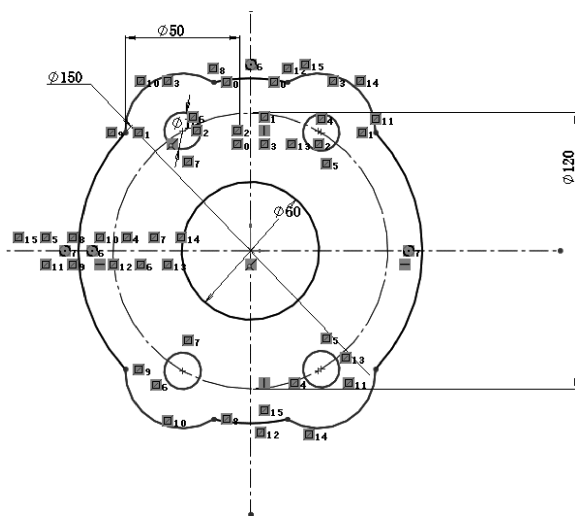

图 11-27 镜向的效果
11) 单击【草图】工具栏中的  (镜向) 按钮, 在屏幕左侧【属性管理器】中弹出【镜向实体】属性设置。选择要镜向的圆弧, X 轴作为镜向点, 单击  按钮, 以结束镜向, 如图 11-27 所示。